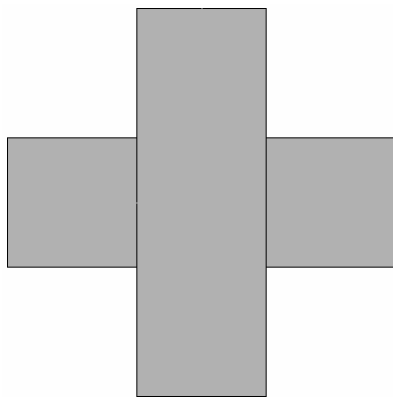

图 2-79 生成的两个矩形面
(2) 继续对“Create Rectangle by Dimensions”窗口进行如下操作：在“X1, X2 X-coordinates”后的两个方框中分别输入“-0.1”、“0.1”，在“Y1, Y2 Y-coordinates”后的两个方框中分别输入“-0.3”、“0.3”，单击“OK”按钮生成第二个面（见图 2-79）。